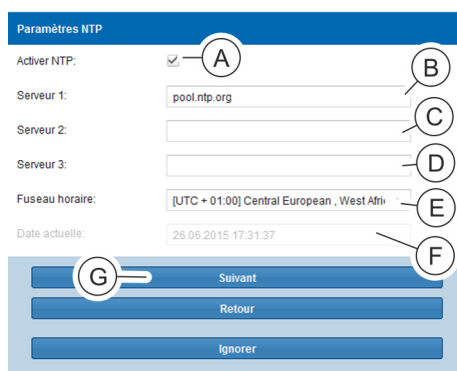

Fig. 61: Fenêtre « Paramètres NTP »
25. Le cas échéant, cocher la case « Activer NTP » (Voir la Fig. 61/Ⓐ), saisir une adresse de serveur dans le champ « Serveur 1 » (Voir la Fig. 61/Ⓑ) et sélectionner un fuseau horaire (Voir la Fig. 61/Ⓓ). Le cas échéant, saisir également des adresses serveur dans les champs « Serveur 2 » (Voir la Fig. 61/Ⓒ) et « Serveur 3 » (Voir la Fig. 61/Ⓓ).
- Il est également possible de ne pas cocher la case « Activer NTP » (Voir la Fig. 61/Ⓐ) et de saisir uniquement la date et l'heure (Voir la Fig. 61/Ⓕ).
26. Appuyer sur le bouton « Suivant » (Voir la Fig. 61/Ⓖ) pour confirmer la saisie.